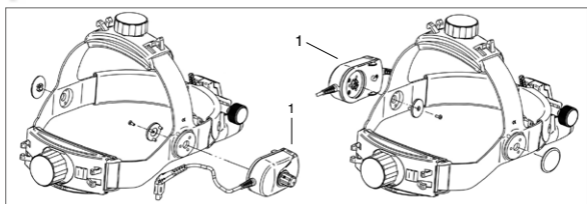

Figur 5 Hovedbånd Lightweight
Justering af hovedbåndet **Lightweight** (se figur 5): For justering i forhold til hovedets omfang kan hovedbåndet udvides ved at trykke på armen (1) og indsnævres ved at trække i den fri ende (2).